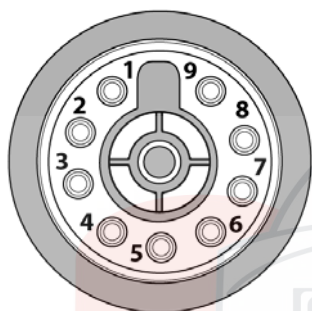

Рис. 8.2. Панельный разъем плазматрона.
3. Подключите кабельный разъём плазмострона к разъёму аппарата на передней панели (См. рис. 8.2). убедитесь в плотной фиксации соединения.